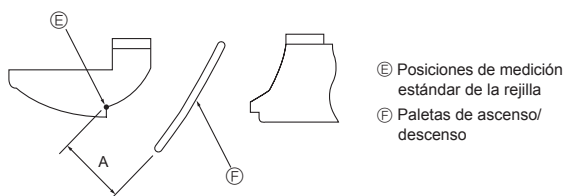

Fig. 7-10
- ① Apague el interruptor principal. Pueden producirse daños o descargas eléctricas mientras gire el ventilador de la unidad.
- ② Desconecte el conector del motor de paleta del ventilador que desee bloquear. (Mientras presiona el botón, extraiga el conector en la dirección indicada por la flecha tal y como se indica en el diagrama.) Después de extraer el conector, aislo con cinta aislante.
- ③ Para ajustar la dirección de flujo de aire deseada, mueva lentamente las paletas hacia arriba/abajo dentro del margen especificado. (Fig. 7-10)